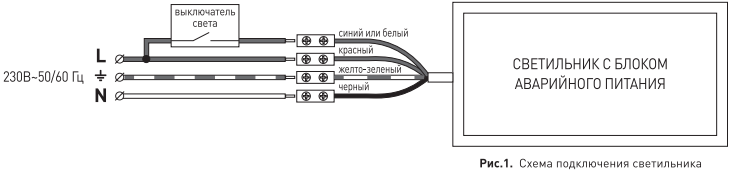

Рис.1. Схема подключения светильника
3.3.2. Этот провод необходимо подключить к проводу источника питания с помощью внешнего клеммника (в комплект не входит) в соответствии со схемой, изображенной на рис.1;